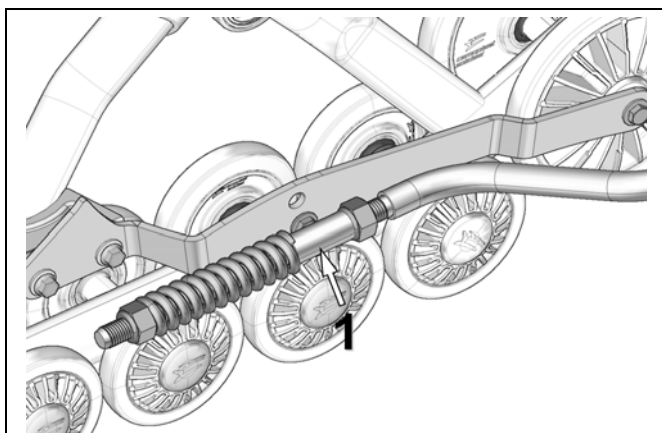
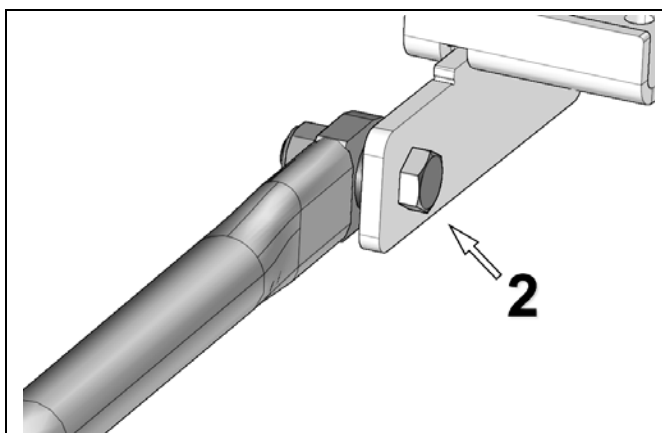

Abbildung 6
Abbildung 7
- Der Stabilisierungsarm (1) muss am Raupenkettensystem und am hinteren, am Fahrzeug angebrachten Verankerungsbügel (2) montiert werden. Siehe Abbildung 6 und Abbildung 7.